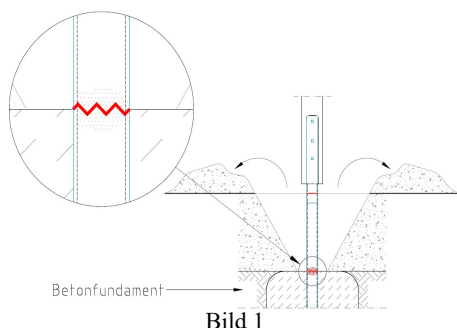

Bild 1
- halbjährlich die Bremssattelführung warten. Dazu die beiden Bodenabdeckungen zwischen den Säulen (siehe Bild 1+2 unten) entfernen. Die Bremssattelführung kann durch die Öffnung erreicht werden. Mit dem mitgelieferten Wartungsspray die Bremsbolzen des Sattels einsprühen. Es sind nur die BOLZEN des Sattels zu pflegen, auf keinen Fall die Scheibe oder Bremsklötze einsprühen!!!!